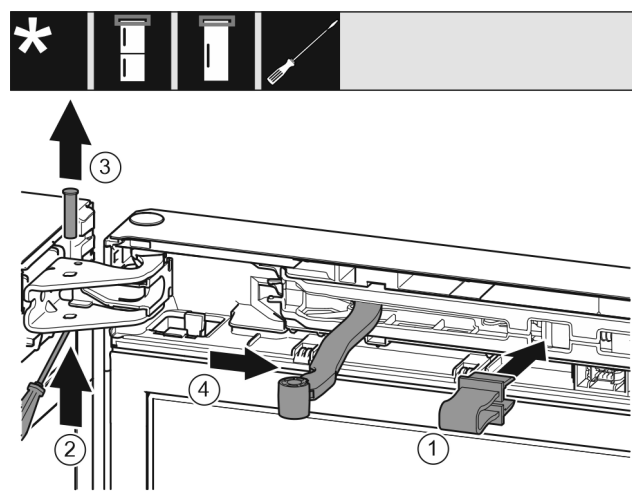

Fig. 8
- Introduire l'arrêt.oir dans l'ouverture. Fig. 8 (1)
- Desserrer le boulon avec un tournevis. Fig. 8 (2)
- Sortir le boulon par le haut. Fig. 8 (3)
- Tourner l'articulation en direction de la porte. Fig. 8 (4)